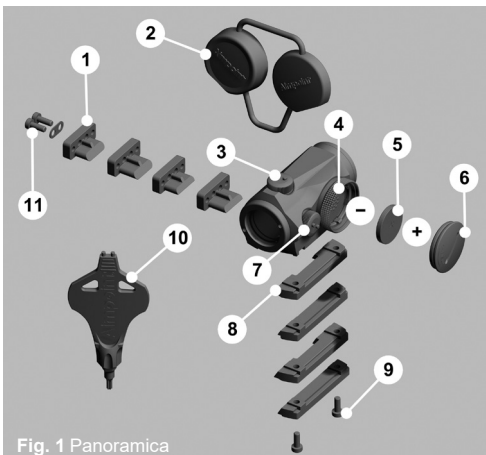

Fig. 1 Panoramica
- 2 Inserire la **BATTERIA (CR2032)** con il polo positivo (+) rivolto verso il **TAPPO DELLA BATTERIA**, come illustrato nella Fig. 1.